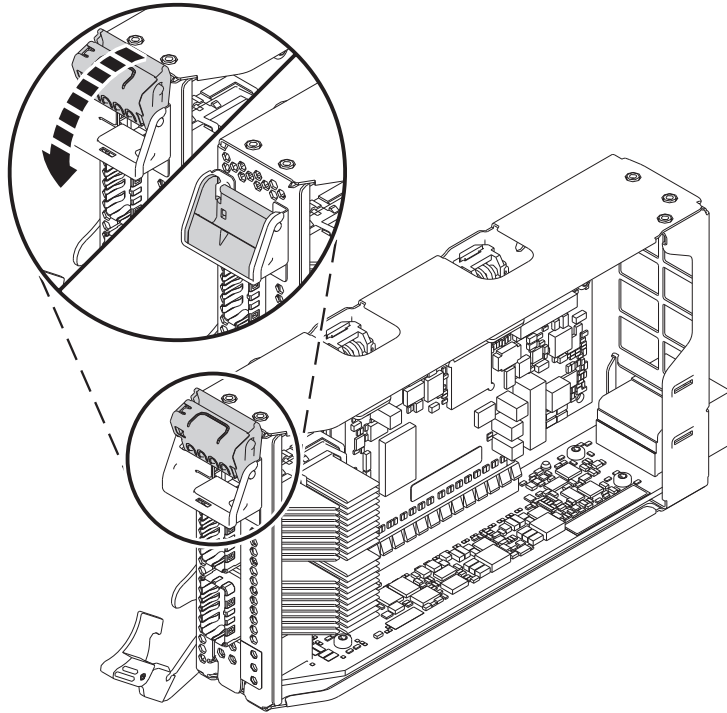

Figura 6. Colocación de un adaptador de altura reducida y longitud media en la casete de adaptador PCIe
- c. Para que el adaptador quede bloqueado en su posición, gire el pestillo de la contrapunta como se muestra en la Figura 6 en la página 7.